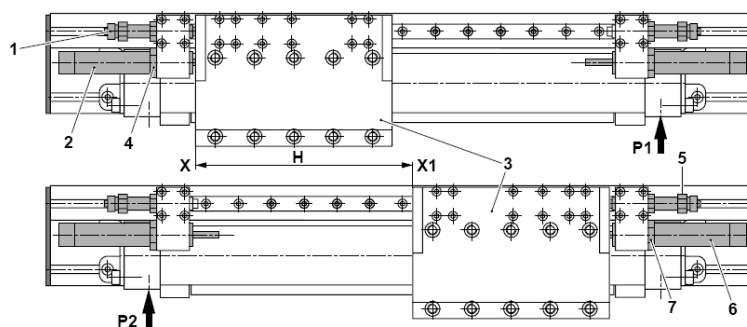

Abb. 32 Einstellung Stossdämpfer PMP-c
- Der Schlitten (Abb. 32, 3) des Moduls fährt bis zur Begrenzung durch die Anschlagsschraube (Abb. 32, 1) in Position X.
2. Stossdämpfer (Abb. 32, 2) im Uhrzeigersinn einschrauben
- Der Dämpferstift wird dabei in den Dämpfer hineingedrückt, bis der Schlitten (Abb. 32, 3) anfängt sich zu bewegen.
3. Stossdämpfer (Abb. 32, 2) nun entgegen dem Uhrzeigersinn zwei Umdrehungen ausschrauben und mit der Kontermutter (Abb. 32, 4) sichern.
- Der Schlitten (Abb. 32, 3) des Moduls fährt bis zur Begrenzung durch die Anschlagsschraube (Abb. 32, 5) in Position X1.
5. Schritte 2 und 3 mit Stossdämpfer (Abb. 32, 6) wiederholen.
6. Stossdämpfer mit Kontermutter (Abb. 32, 7) sichern.